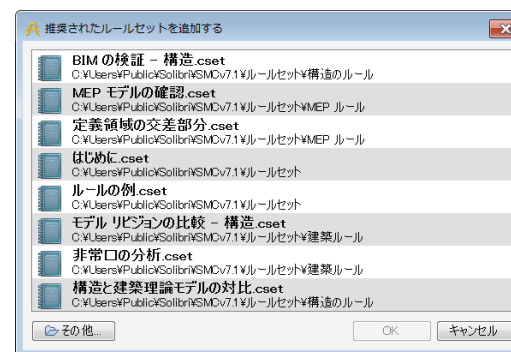

図33 ルールセットを選択
- 1) 「推奨されたルールセット」のダイアログが表示されます、一覧の中から「はじめに.cset」を選択してください。(図33を参照)